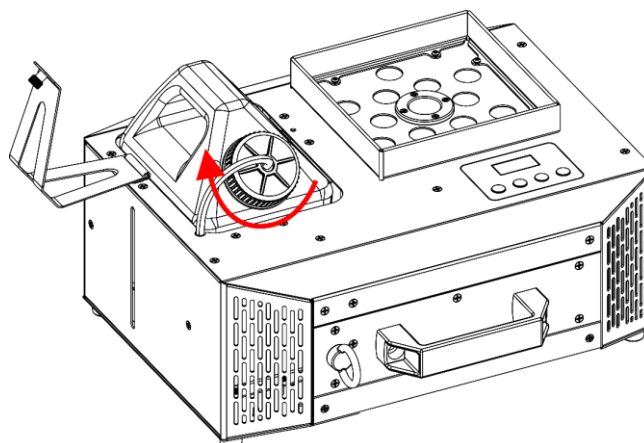

Fig. 45
- 10) Revissez le bouchon sur le réservoir de liquide, comme indiqué sur la Fig. 45.